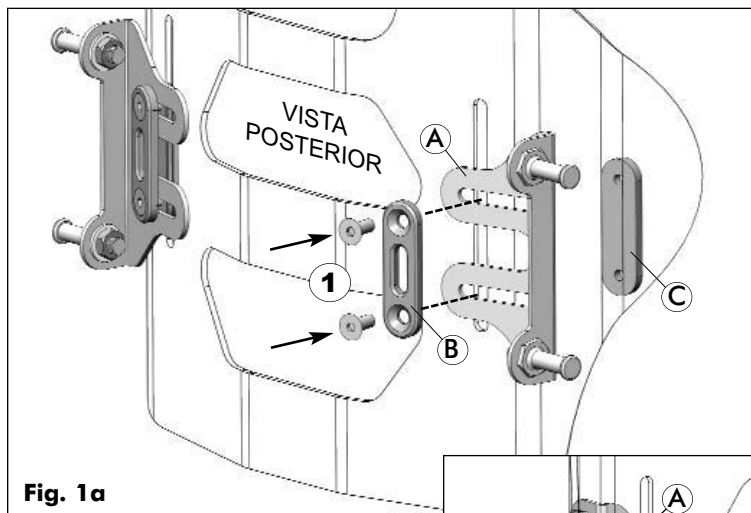

Fig. 1a
- 1 Num dos lados da estrutura do encosto, instale o suporte de montagem de extração rápida (A) na estrutura do encosto MX2 do seguinte modo:
- Alinhe a placa de anilhas (B) com as ranhuras do suporte de montagem (A) e insira os parafusos através dos componentes (1); (consulte a Fig. 1a (p. 18))